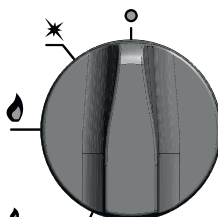

Figure 6. Réglage de la manette où a lieu une coupure totale de l'arrivée du gaz du brûleur.
- Vérifiez que toutes les manettes des brûleurs non utilisés sont en position « brûleur éteint » (Fig. 6). Les manettes commandant les brûleurs de la cuisinière se trouvent à droite du panneau de commande (fig. 1 pos. 6).
- Une fois le travail avec le brûleur terminé, fermez l'arrivée du gaz en tournant la manette en position « éteint » (mouvement horaire) (Fig. 6). **Attention ! Lorsque vous utilisez le gaz propane-butane, fermez la valve de la bouteille à l'aide de la manette avant d'éteindre le brûleur**